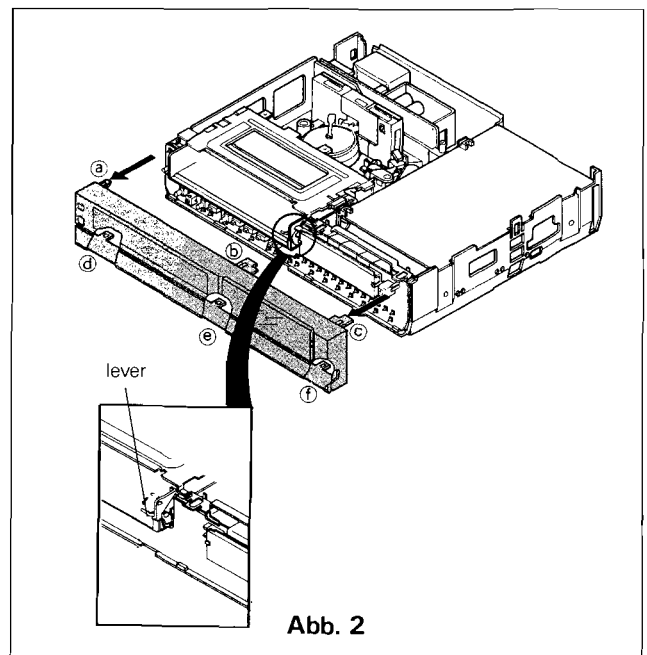

Abb. 2
- B. Lösen Sie die sechs Plastikhalter (Ⓐ ~ Ⓕ) siehe Abb. 2.